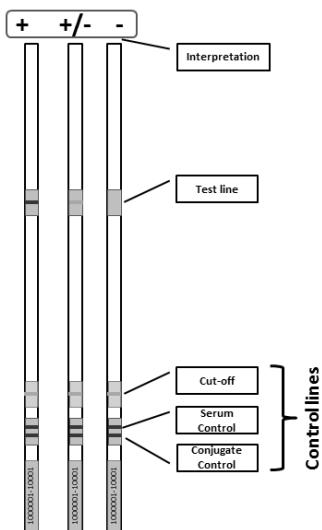

Figura 1: Esquema de tiras LIA de reacción con una línea de prueba.
- Las líneas de prueba están colocadas por encima de las líneas de control de corte, suero y conjugado como se describe en el esquema (Figura 1). Las líneas de control de suero y conjugado aparecen en la misma sección de nitrocelulosa en la parte inferior de la tira.
- Como aparece en la etiqueta de la Figura 1, las líneas de control de suero y conjugado deben ser claramente positivas indicando que el experimento tuvo éxito. El corte es una línea débil con variación en intensidad basado en las condiciones experimentales. El esquema de la Figura 1 muestra un ejemplo de línea de prueba. En el LIA para ANA avanzados (Figura 2) hay 22 líneas de prueba y 3 líneas de control. El desarrollo de la línea de prueba depende de la muestra.